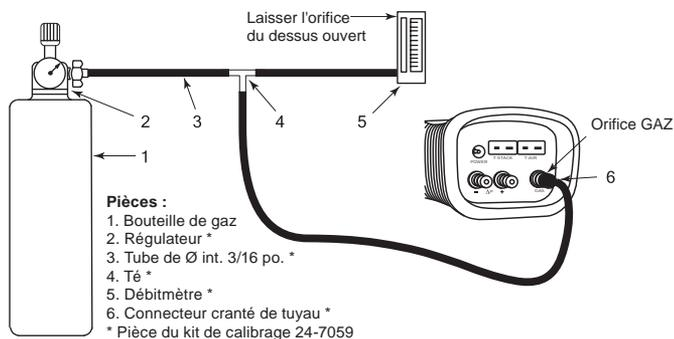

Figure 5-2. Équipement de calibration de capteur de gaz
3. Connecter une bouteille de CO à 500 ppm au régulateur de l'appareil de calibrage comme indiqué à la figure 5-2.
3. Connecter une bouteille de SO₂ à 100 ppm au régulateur de l'appareil de calibrage comme indiqué à la figure 5-2.
- Connecter une bouteille de NO à 250 ppm au régulateur de l'appareil de calibrage comme indiqué à la figure 5-2.
3. Connecter une bouteille de NO₂ à 100 ppm au régulateur de l'appareil de calibrage comme indiqué à la figure 5-2.
- Connecter une bouteille de CO à 4000 ppm au régulateur de l'appareil de calibrage comme indiqué à la figure 5-2.